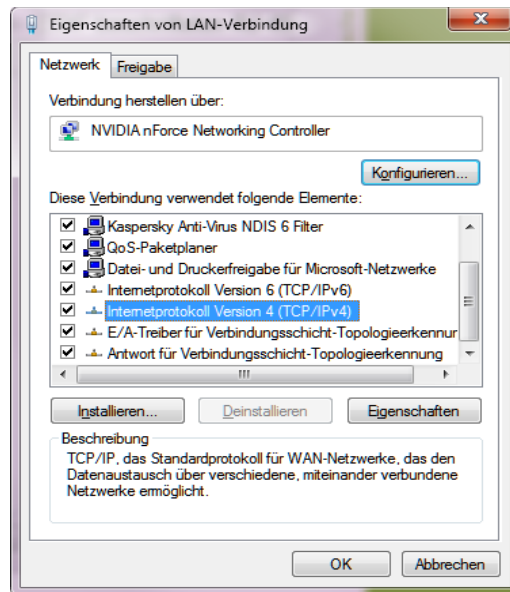

Abbildung 4: IP-Konfiguration Menü
2. Neukonfiguration der IP-Einstellungen unter dem Menüpunkt „**Internetprotokoll Version 4**“ Ihrer Netzwerkkarte und dann auf Eigenschaften klicken (siehe Abbildung 4)